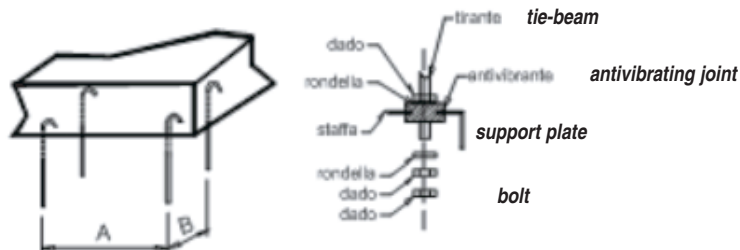

fig. 2
- L'unità è già corredata di piastre di supporto collegate ai 4 vertici nella parte superiore per il fissaggio a tiranti filettati M8 da ancorare a soffitto; tra ciascun elemento di supporto ed il bullone di bloccaggio anteporre sempre idoneo antivibrante, come indicato in fig. 2
- The unit is already provided with support plates on the upper corners to be coupled to M8 threaded tie-beams, to be fixed to the ceiling; between each support plate and the blocking bolt install a suitable antivibrating joint, as shown on fig. 2